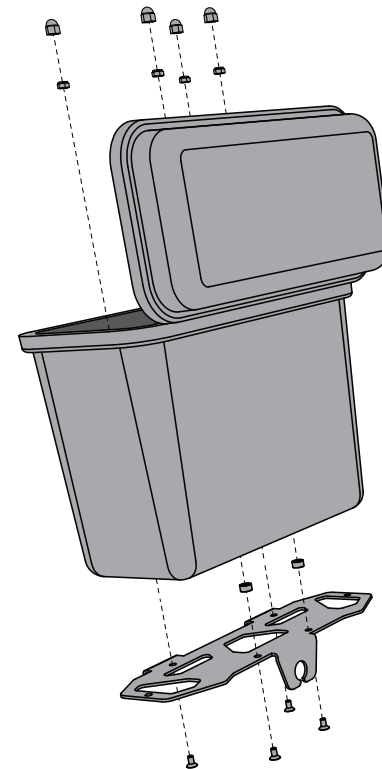

Ilustración 11: Instalación del soporte de desmontaje rápido en la caja
2. Instale un soporte de desmontaje rápido en cada caja impermeable utilizando cuatro fijaciones de 20 mm, dos separadores (entre el soporte y la caja) y cuatro tuercas de nyloc, tal y como se muestra en la **Ilustración 11**. Apriete las fijaciones a **11,0 N-m (8,1 pies-lbf)**.